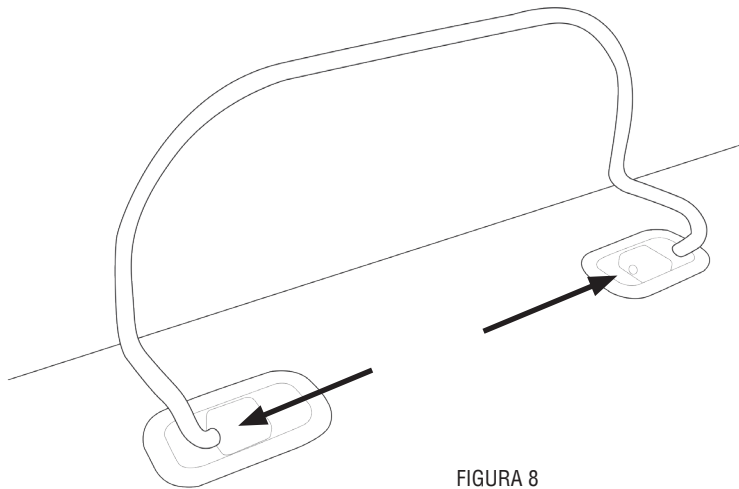

FIGURA 8
**BASE DEL PANEL CUBIERTA** - Coloque un extremo del retenedor de colchón en el orificio exterior del inserto izquierdo y coloque el otro extremo en el orificio exterior del inserto derecho (FIGURA 8).